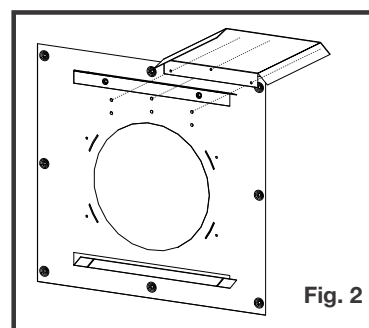

Fig. 2
2. Installez un écran protecteur sur le dessus d'un côté de l'espaceur coupe-feu (**Figure 2**).